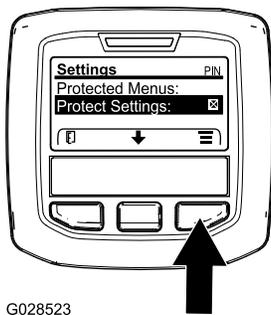

図 74
**注** Protect Settings の右側に X が表示されていない場合には、左ブーム、中央ブーム、右ブーム、デフォルトに戻るのどれもPINによる保護ロックをされていません **図 74**。
**注** Protect Settings の右側に X マークが表示されます **図 74**。